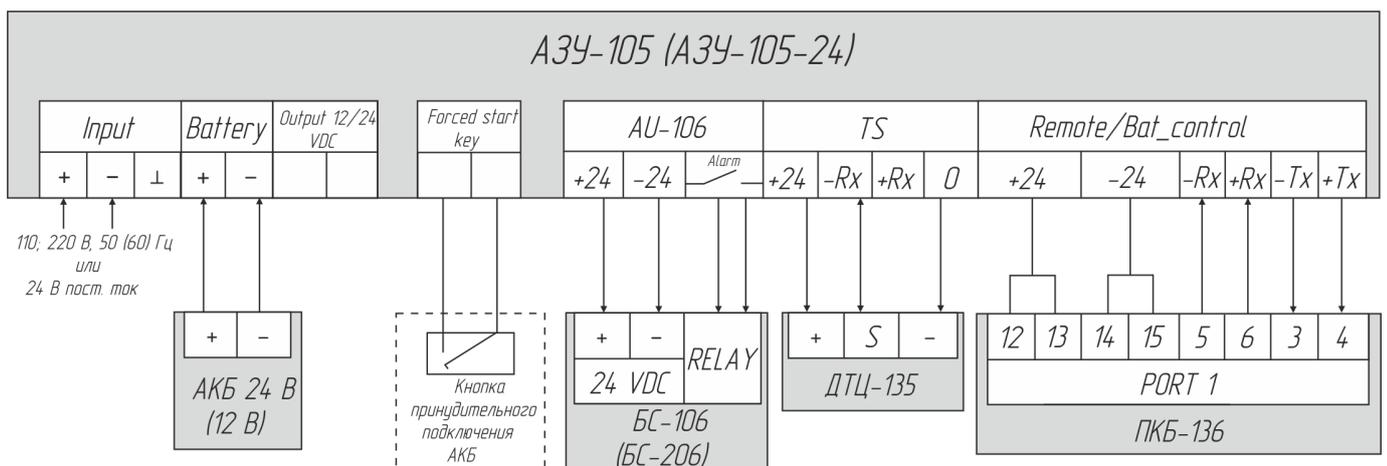

Рисунок 3 – Схема подключения устройств к АЗУ
1.3.2.1 ДТЦ-135 устанавливается на АКБ и предназначен для контроля за текущей температурой, заряжаемой АКБ. ДТЦ-135 рекомендуется использовать в составе АЗУ с гелевыми батареями для недопущения возникновения «режима терморазгона», свойственного гелевым батареям при их буферном включении. ДТЦ-135 подключается к клемме «TS» АЗУ, см. рисунок 3.
БС-106 (БС-206) подключается к группе клемм «AU-106» АЗУ, см. рисунок 3. Принцип включения и отключения внешней сигнализации основан на замыкании (размыкании) контактов специального реле зарядного устройства: при включении сигнализации – контакты «Alarm» размыкаются, при отключении сигнализации – замыкаются.
Подключение к ПКБ-136 осуществляется через стандартный интерфейс RS-422 и подключается к клемме «Remote/Bat\_control» АЗУ, см. рисунок 3.
Принудительное подключение АКБ к цепи нагрузки осуществляется замыканием контактов клеммы «Forced start key» АЗУ, см. рисунок 3.